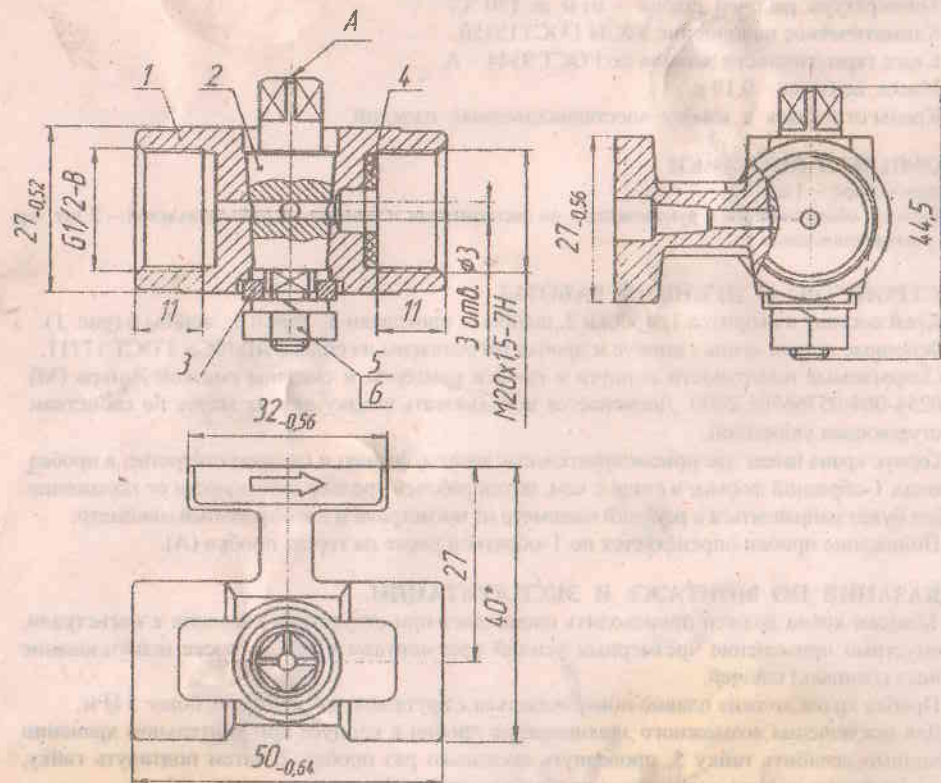

Рисунок 1 – Кран пробковый трехходовой натяжной муфтовый с фланцем для контрольного манометра
- 4.1 Кран состоит из корпуса 1, пробки 2, шайбы 3, прокладки 4, гайки 5, шайбы 6 (рис. 1).